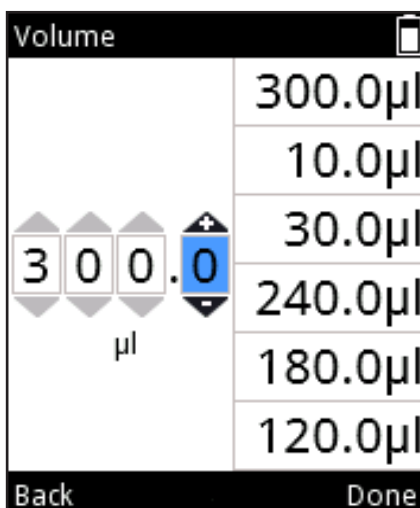
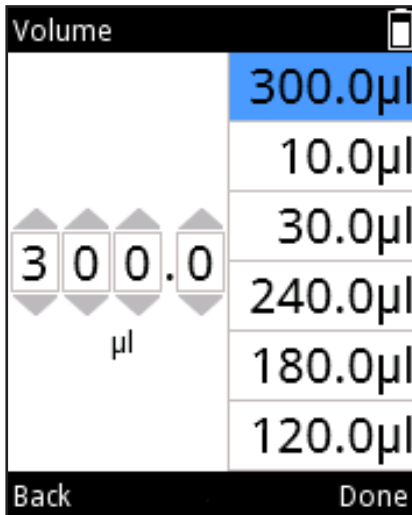

Abb. D6.
Abb. D7.
3. Öffnen Sie den **Volumeneditor** mit (Abb. D6).
3. Öffnen Sie den **Volumeneditor** mit (Abb. D6)
4. Wenn der Cursor im Zifferneditor (Abb. D6) auf der Dezimalstelle ganz rechts steht, können Sie mit auf die oberste Zahl in der Liste springen (Abb. D7). Mit können Sie zwischen den aufgelisteten Werten wechseln.